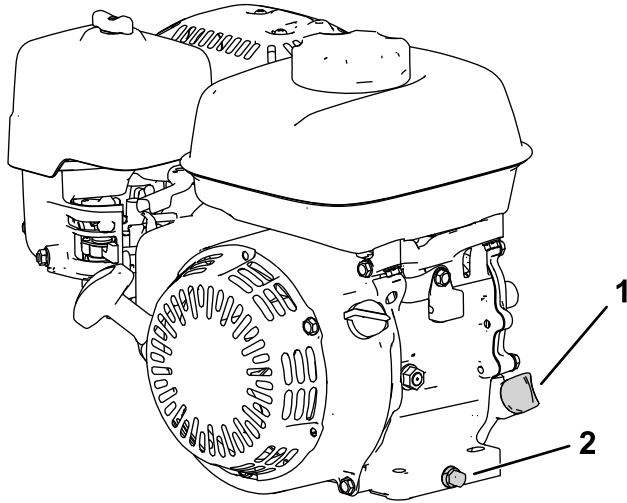

Figura 25
- Coloque la máquina con el motor nivelado, y limpie la zona alrededor del tubo de llenado de aceite (Figura 25).
- Retire el tapón de vaciado, la arandela y la varilla (Figura 25).